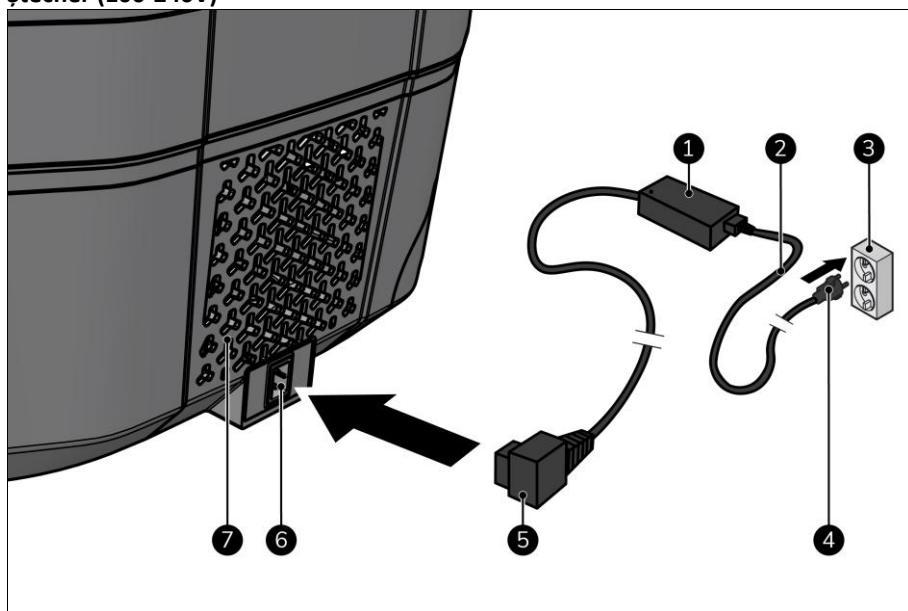

Figura 5
2. Asigurați-vă că toate cele trei grile de ventilație (Figura 5, poziția 7) au un spațiu de ventilație de cel puțin 5 cm.
3. Introduceți cablul CA (Figura 5, poziția 2) în adaptorul CA/CC (Figura 5, poziția 1).
4. Introduceți mufa adaptorului CA/CC (Figura 5, poziția 5) în sursa de alimentare a aparatului (Figura 5, poziția 6).
5. Introduceți mufa de alimentare (Figura 5, poziția 4) într-o priză de perete ușor accesibilă (Figura 5, poziția 3).